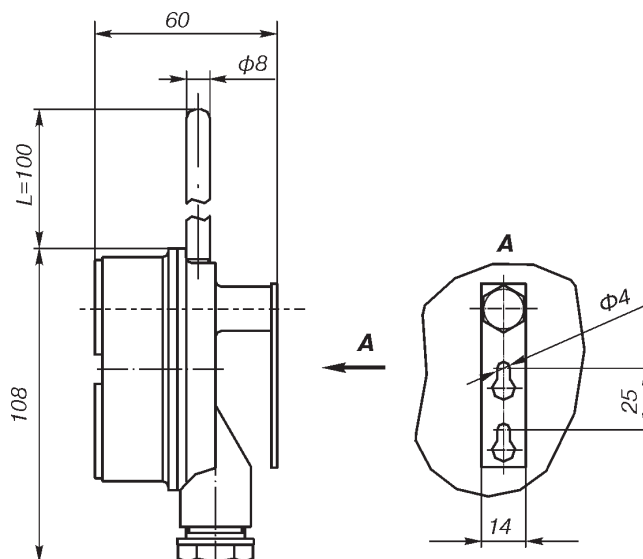

Рис.4.
**Назначение:** термопреобразователи сопротивления **TСМ Метран-203, TСМ Метран-204 по рис.4** предназначены для измерения температуры воздуха в помещениях различного назначения.